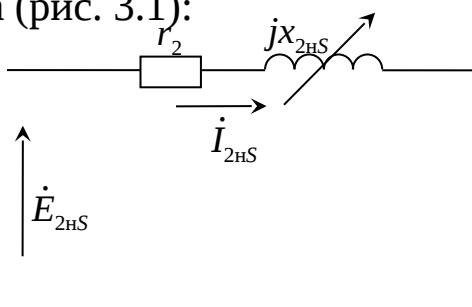

Рис. 3.1. Электрическая схема замещения фазы обмотки вращающегося ротора
2. Параметры электрической схемы замещения фазы обмотки вращающегося ротора (рис. 3.1):